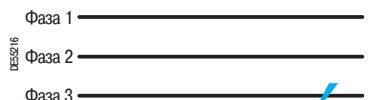

Рис. 3. Однофазное короткое замыкание (80% случаев)
- **однофазное короткое замыкание на землю:** соответствует замыканию фазы на землю; данный вид короткого замыкания является наиболее часто встречающимся (см. рис. 3);